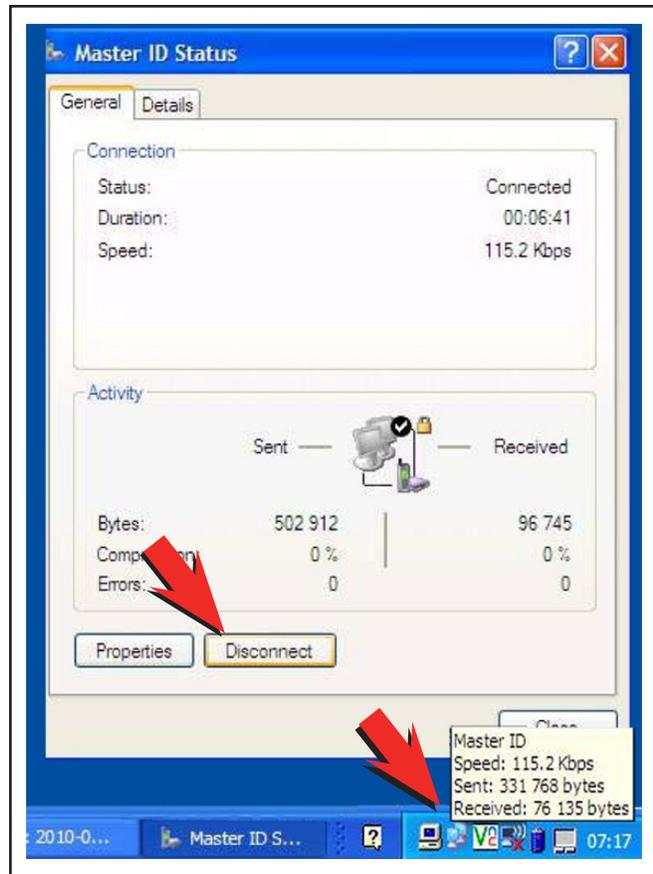

Figure 21 - Déconnexion du MASTER ID (typique)
21. Désactiver la connexion du **MASTER ID** en double-cliquant sur l'icône d'état du **MASTER ID (MASTER ID STATUS)**, sur la barre d'outils localisée dans le coin inférieur droit de l'écran. Dans la fenêtre qui apparaît, cliquer sur le bouton de déconnexion (**DISCONNECT**). Voir Figure 21.